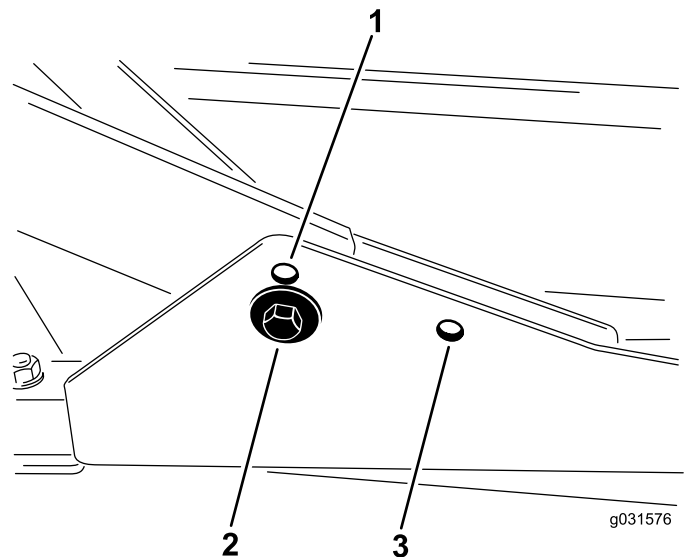

Figura 17
1. Para alturas de corte en el intervalo de 2 a 7,6 cm, los bastidores de tiro delanteros deben montarse en los taladros de montaje delanteros inferiores (Figura 17).
montarse en los taladros de montaje delanteros superiores (Figura 17).
Para todas las alturas de corte, la unidad de corte trasera debe montarse en los taladros de montaje traseros (Figura 17).